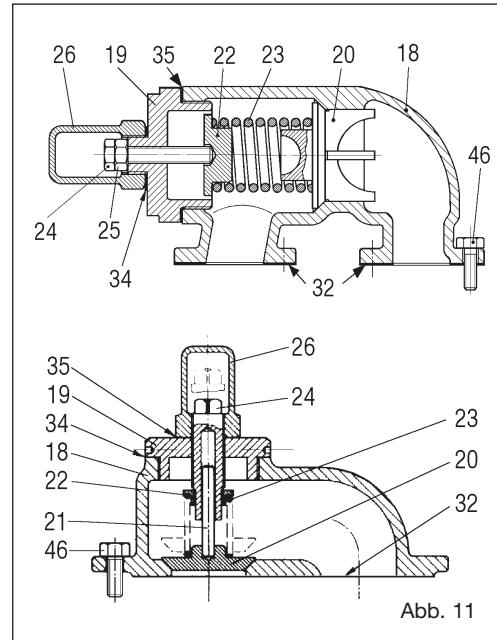

Abb. 11
#### 10.5 Einstellung des Sicherheitsventils (Bypass) (Abb. 11).
- Die Baugruppe Abdeckung-Losrad (04-03) vorsichtig vom Pumpenkörper trennen (01).
- Falls die Pumpe mit einem auf der Abdeckung montierten Sicherheitsventil ausgestattet ist (siehe Abb. 11), so muss es nicht entfernt werden. Falls auch das Ventil gewartet werden muss, die Schrauben (46) lösen, das Ventil entfernen und dabei darauf achten, dass die Dichtung(en) (32) nicht beschädigt werden. Andernfalls müssen sie ersetzt werden.